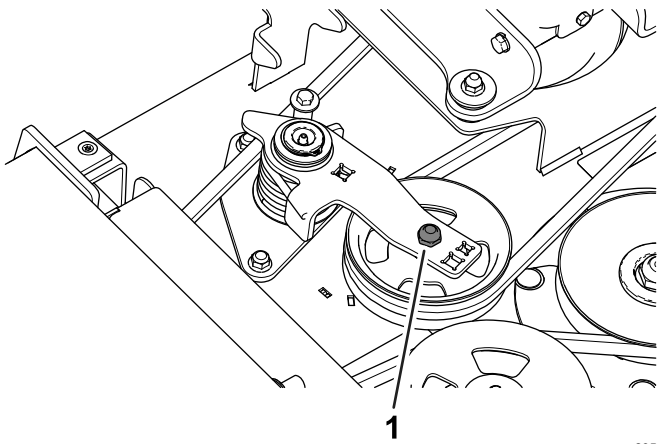

Bild 28
3. Schieben Sie die Spannscheibe mit einem Drehmomentschlüssel oder einem ähnlichen Werkzeug (Bild 28) vom Treibriemen und lassen Sie den Riemen von der Getriebespannscheibe rutschen.